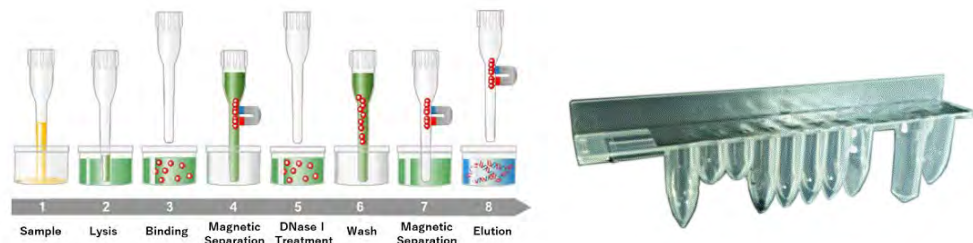

Abb. 1-7: Prinzip der RNA-Extraktion und ELITE InGenius SP RNA Extraktionskassette
- Das Reagenzset ist für die Isolierung von Nukleinsäuren aus 0,2-ml-Proben optimiert. (Abbildung 1-7: ELITE InGenius SP RNA – Extraktionskassette und Extraktionsprinzip).